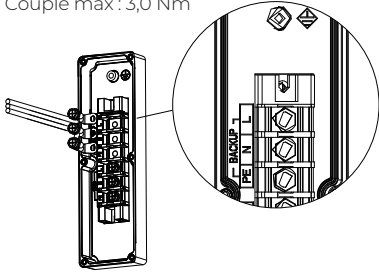

Figure 6-13-3
Étape 3 : Fixez les bornes aux zones BACKUP et GRID de l'onduleur EP760 à l'aide d'un tournevis cruciforme, comme dans les figures 6-13-3 et 6-13-4.